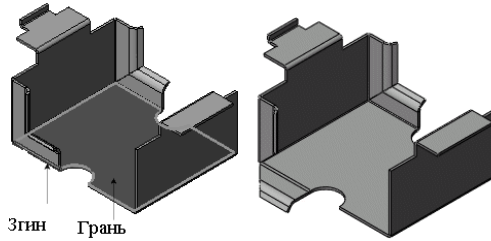

Рисунок 3.16
1. На панелі інструментів «Листовой металл» → оберіть кнопку **Разогнуть** → у графічній області оберіть грань і згин, як показано на рис. 3.16, для параметрів **Зафиксированная грань** та **Разогнуть** → ОК.